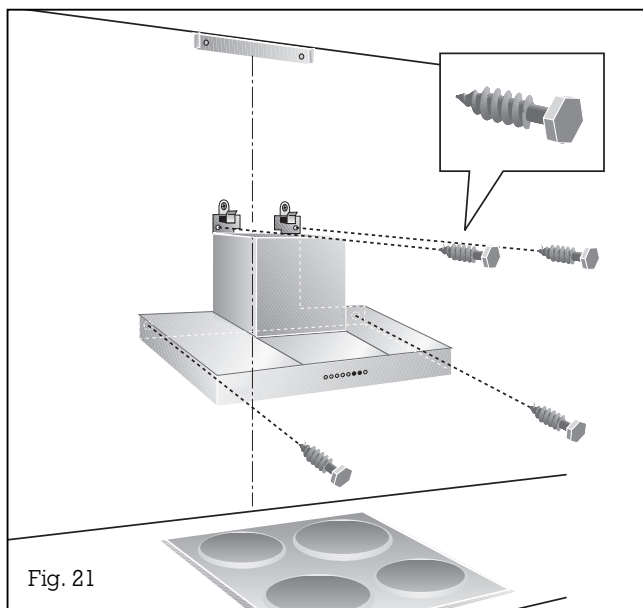

Fig. 21
– Fixez la hotte au mur avec les 4 vis **b** (fig. 21).